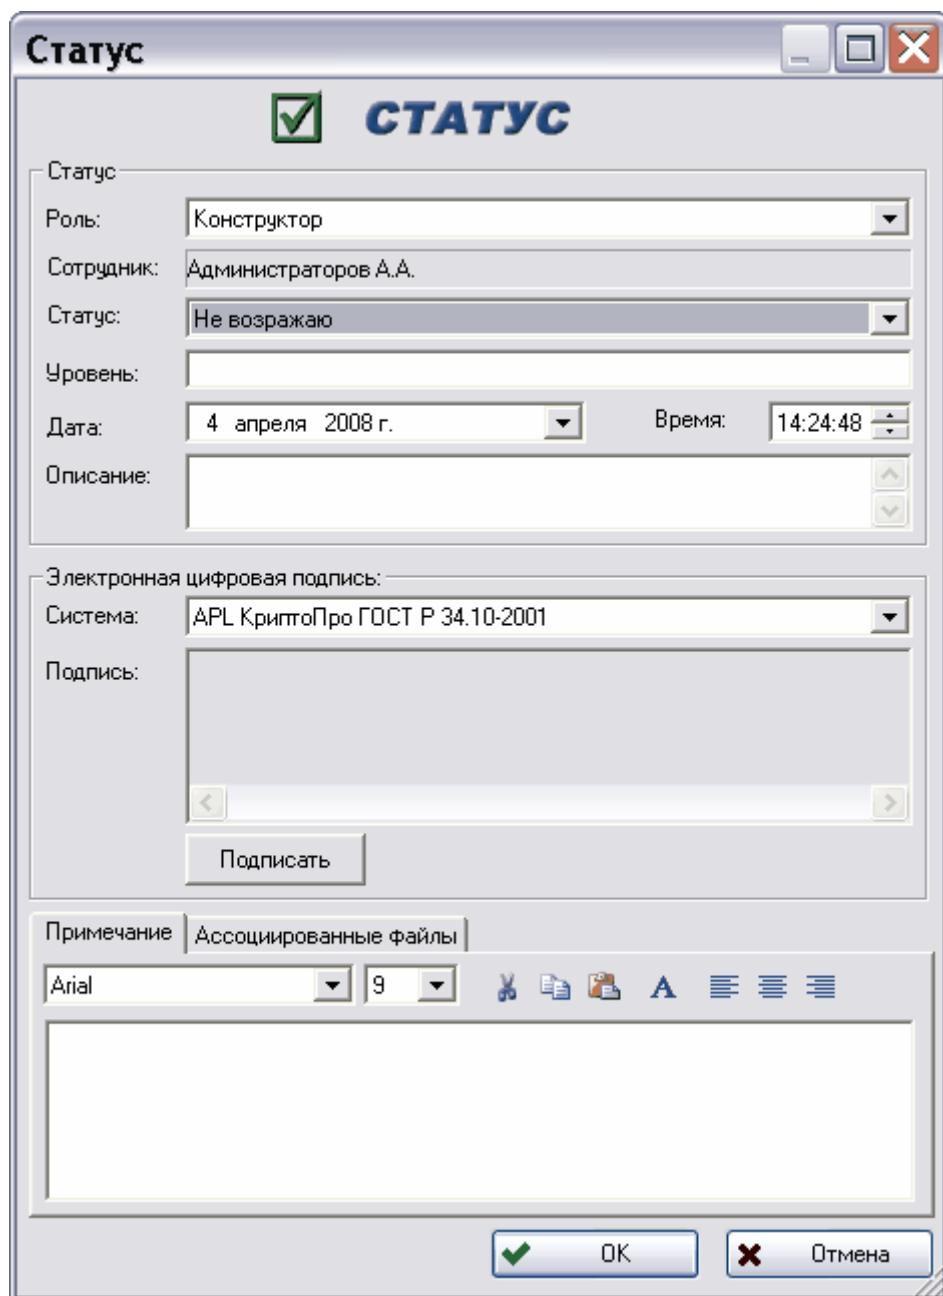

Рис. 198
3. В появившемся окне **Статус** введите информацию о статусе (Рис. 198):